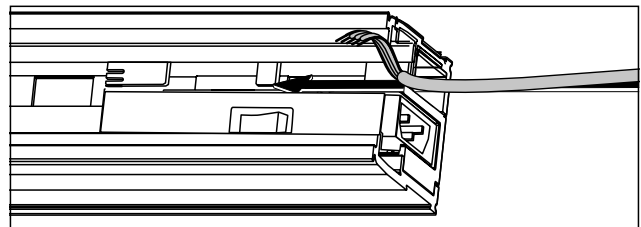
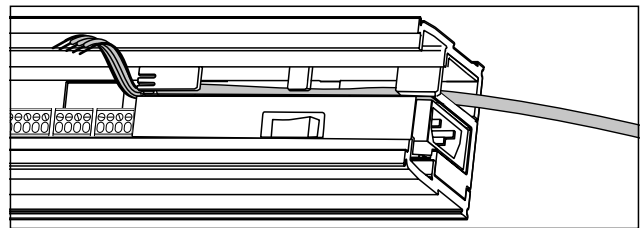

Рис. 52 Уложите линии питания в кабельный короб
Рис. 54 Уложите линии питания в кабельный короб
- Уложите линии питания в кабельный короб (см. рис. 52 по рис. 54).